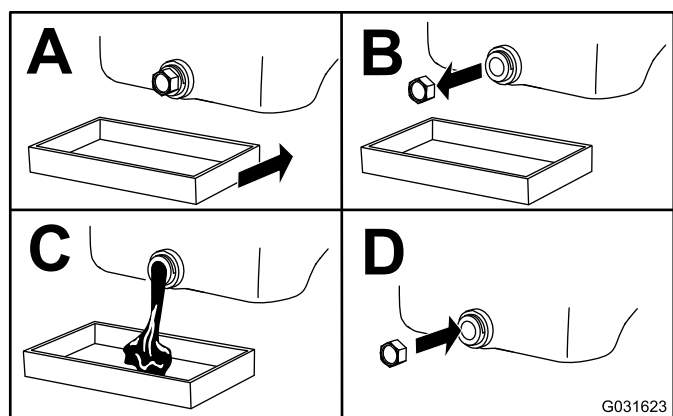

Figure 42
5. Vidangez l'huile moteur, comme montré à la Figure 42.